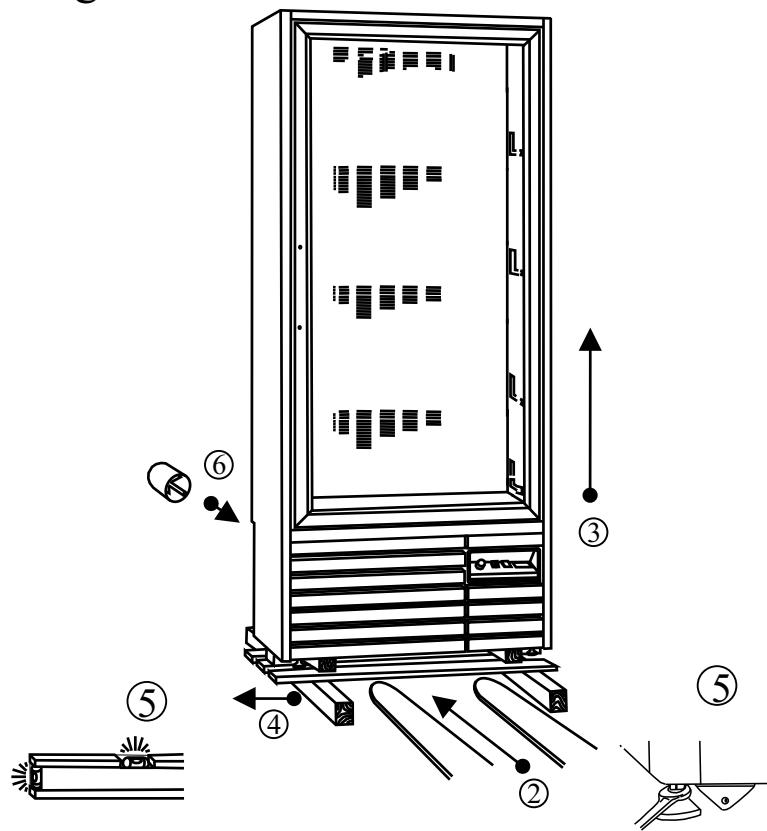

Fig.2
1. Le maniglie sono in una busta all'interno dell'apparecchiatura. 2. Montare la parte in metallo con le due viti che si trovano già nei fori sul montante della porta; serrare a fondo. 3. Applicare sopra al metallo la parte in plastica, premendo fino allo scatto (vedi Fig. 2).